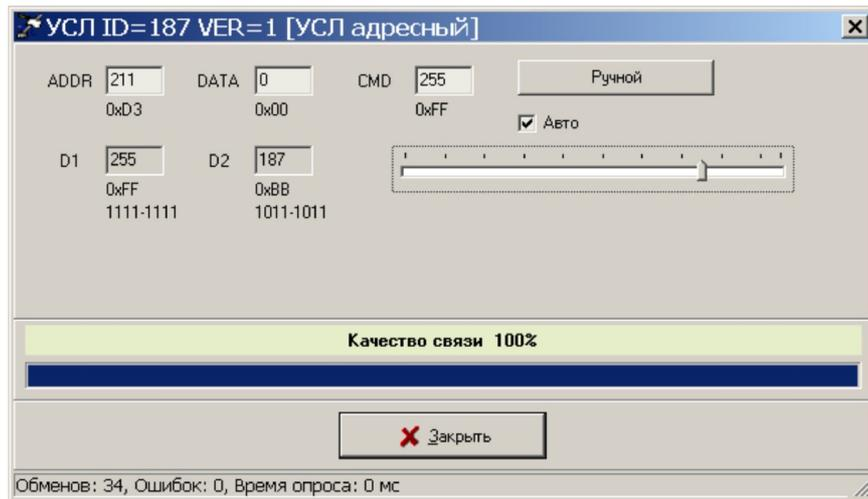

Рисунок 18
- 5) В открывшемся окне установить следующие параметры (рисунок 18):